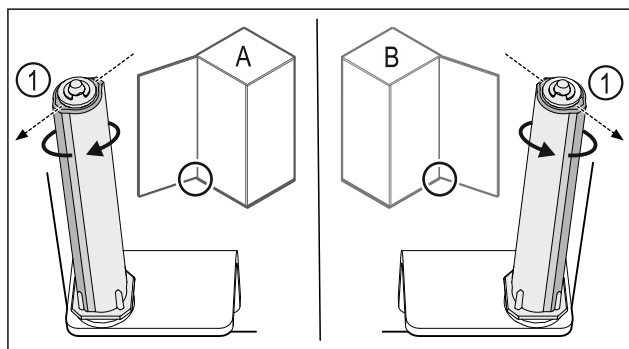

Fig. 36 Battuta a sinistra (A) / battuta a destra (B)
- Ruotare il sistema di chiusura contro la resistenza fino a quando la sporgenza del sistema di chiusura Fig. 36 (1) non è rivolta verso l'esterno.